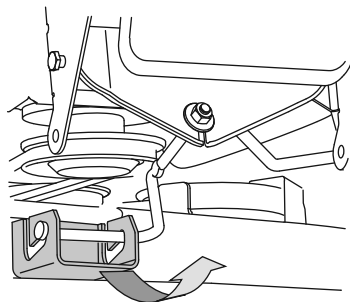

Figura 32
- En plataformas de 38", deslice suavemente la plataforma de corte hacia la parte delantera del tractor y con cuidado guíe los ganchos de la plataforma para extraerlos de la varilla estabilizadora de la plataforma. Consulte la Figura 32.